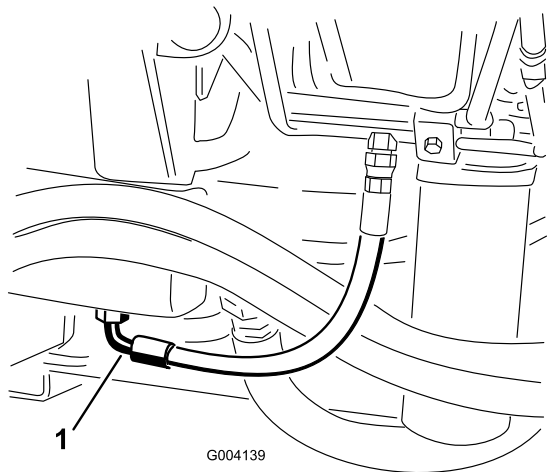

図 77
2. タンク 図 77 の下についているフィッティングの下に、オイルを受ける大型の容器を置く。